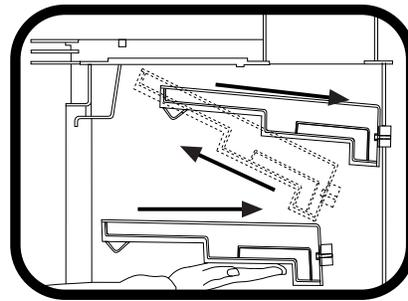

Fig. 10
- 5) Pour placer la nouvelle chicane, insérez-la dans le corps de chauffe de telle manière qu'elle repose sur les supports qui lui sont destinés. Vérifier que le tuyau à air de la chicane est complètement inséré dans le trou à l'arrière du corps de chauffe (Fig. 10) et que les vis traversent la paroi et apparaissent à l'extérieur du corps de chauffe.